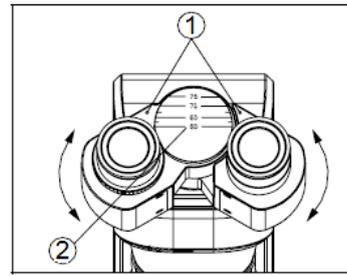

Fig. 2 Einstellung des Augenabstandes
Der Punkt (1) zeigt auf der Skala (2) den Augenabstand des Beobachters (siehe Fig. 2).